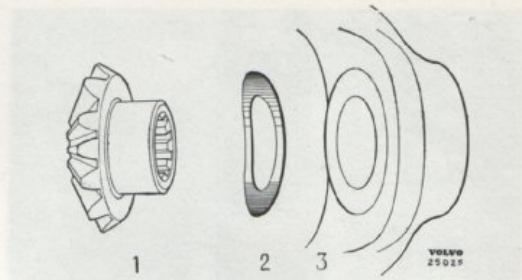

Bild 18. Mont. av fjädrande tryckbrickor.
tera de fjädrande tryckbrickorna rätt. "Ryggen" skall vändas mot differentialhuset, se bild 18. Efter kontroll och ev. byte av brickor monteras låspinnen (7).
4. Montera kronhjulet (9). Se till att anliggningsytorna är rena och utan grader. Drag skruvarna med 5,5—7 kgm.